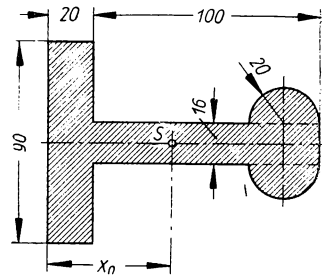

Bild 204
**330.** Die Schwerpunktslage  $x_0$  des Schienenquerschnitts (Bild 204) soll zeichnerisch und rechnerisch ermittelt werden.